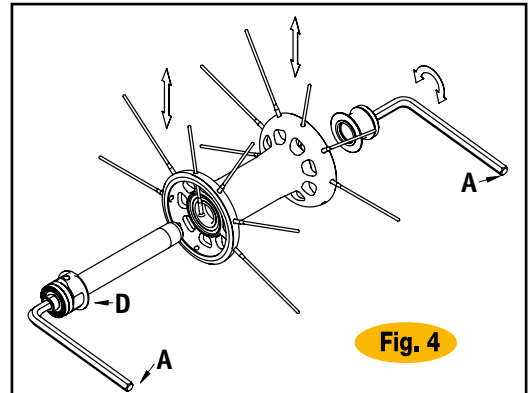

Fig. 4
- Inserite le chiavi a brugola da 5mm (A) dentro agli scontri alle estremità dei mozzi e ruotatele in senso antiorario.
- Sfilate il raggio da sostituire e infilate il raggio nuovo (Fig.4).